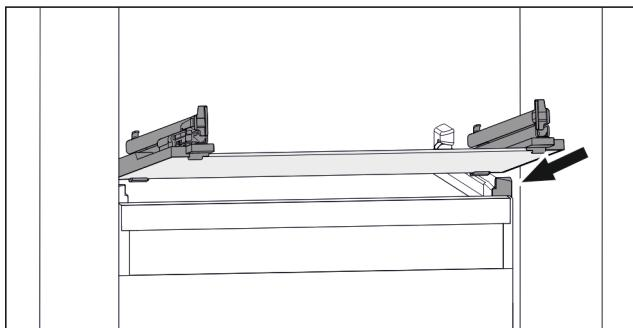

Fig. 117 Príklad zobrazenia sklenenej dosky
- Nasadte sklenenú dosku šikmo za zarážkami. (pozri Fig. 117)